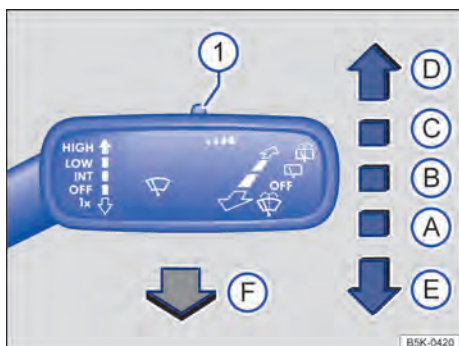

Fig. 83 À direita da coluna de direção: comandar os limpadores do para-brisa.
- Pressionar a alavanca dos limpadores do para-brisa brevemente para baixo ⇒ Fig. 83 (E). ▶